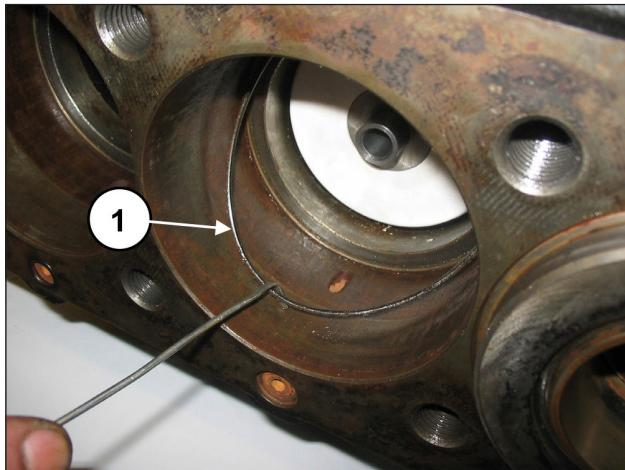

图 125
如果密封圈底座底部的O形圈留在泵壳（位置①，图 125）内，则将之拆除。